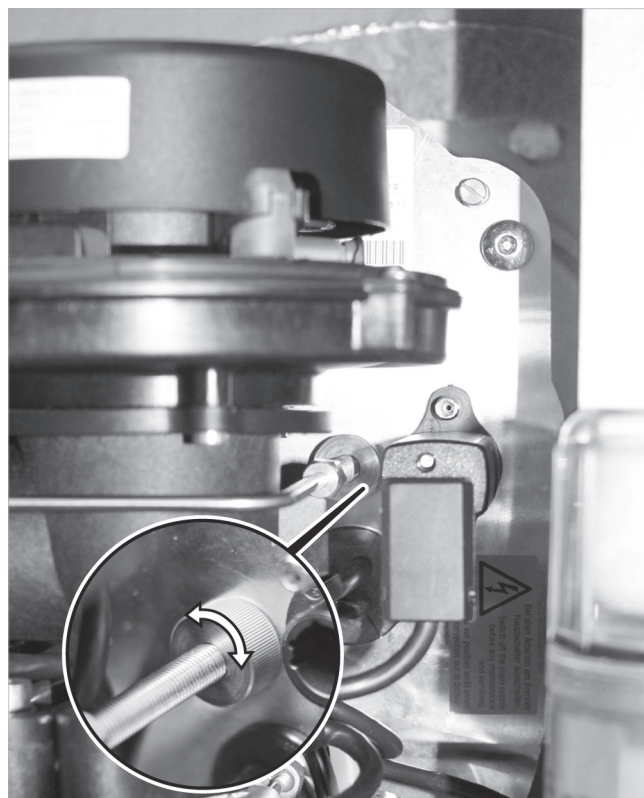

Fig. 38 : écrou moleté (raccord conduite de fioul / porte-vent)
5. Tournez l'écrou moleté du porte-vent (cf. ➔ fig. 38, p. 23) d'env. 2 tours dans le sens contraire des aiguilles d'une montre (le porte-vent est tiré « vers l'arrière »).
1. Un écrou moleté se trouve devant la plaque de support du brûleur au niveau du raccord de la conduite de fioul avec le porte-vent (→ Fig. 38). Il permet de déplacer l'ensemble du dispositif de mélange vers l'avant ou vers l'arrière. L'écrou moleté peut être réglé jusqu'à un certain point (butée du dispositif de mélange dans le tube à flamme). Réglez l'écrou moleté de sorte que le dispositif de mélange se trouve au niveau de la butée.